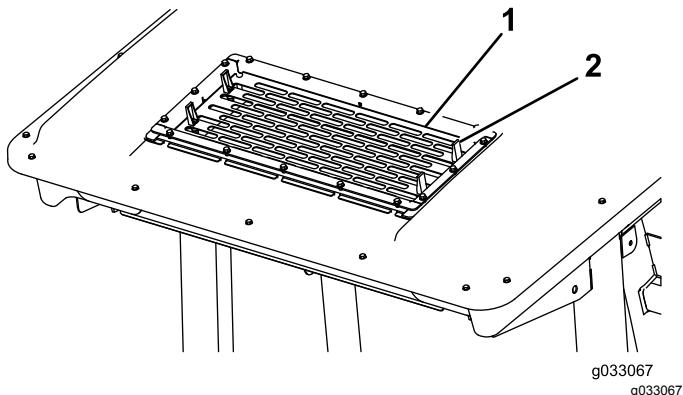

Figura 53
2. Sollevate le 4 linguette sulla griglia dell'aria condizionata (Figura 53) e rimuovete la griglia dalla parte superiore della cabina.